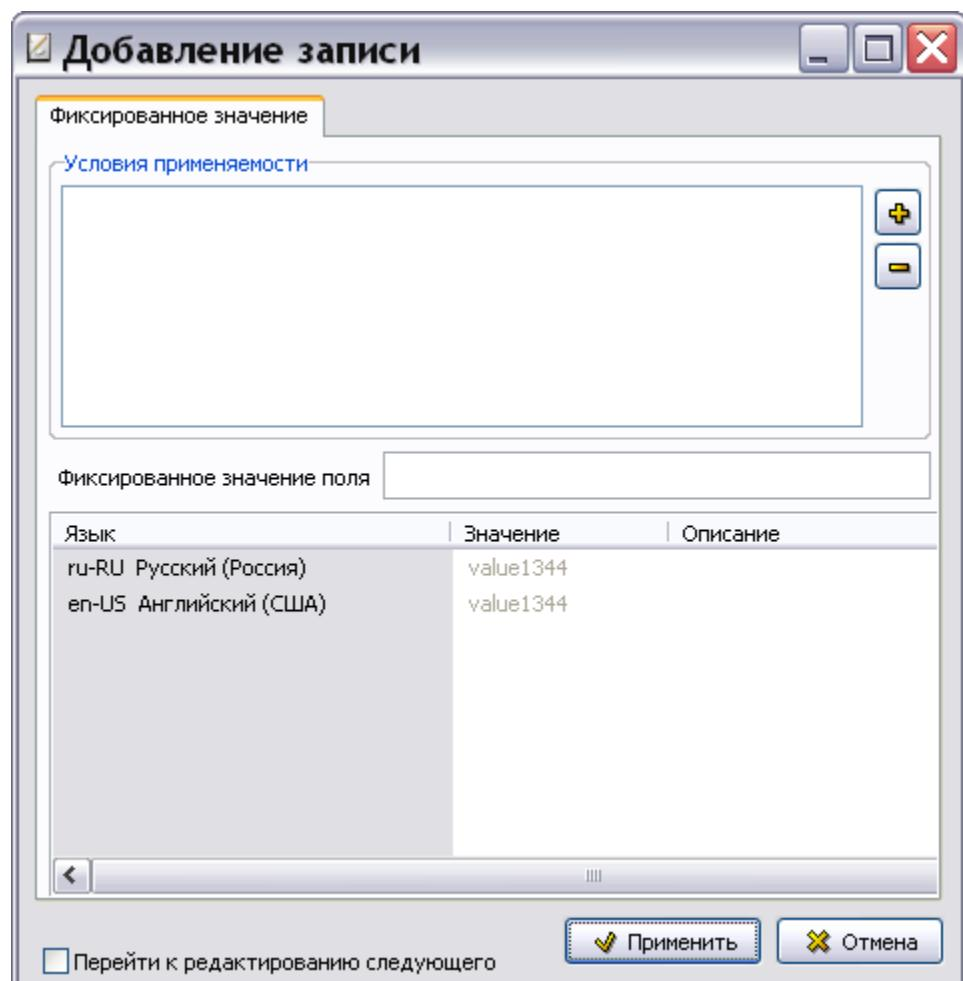

Рис. 2.21
3. В нижнем правом окне нажмите на кнопку  **Добавить**. После этого появится диалоговое окно **Добавление записи** для фиксированного значения (Рис. 2.21).